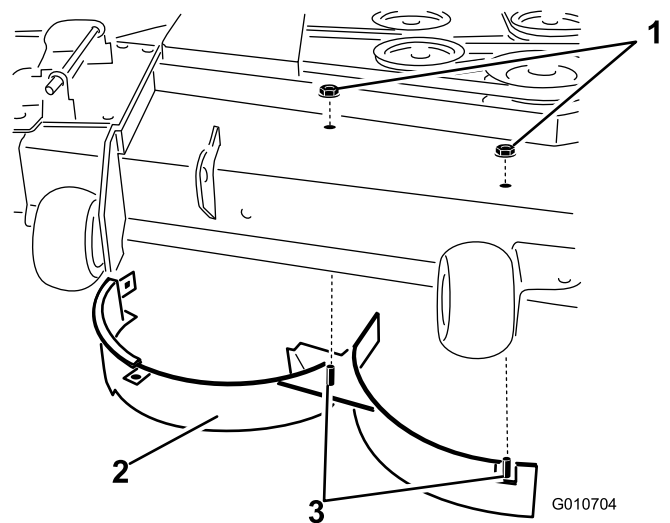

Figura 38
11. Rimuovete i due dadi di bloccaggio (5/16 poll.) fissati sui perni saldati del deflettore destro in posizione centrale e destra, sulla parte superiore del piatto di taglio (Figura 38).
12. Rimuovete il bullone a testa tonda e il dado di bloccaggio fissati sul deflettore destro sulla parte superiore del piatto di taglio. Staccate il deflettore destro dal piatto di taglio (Figura 38).